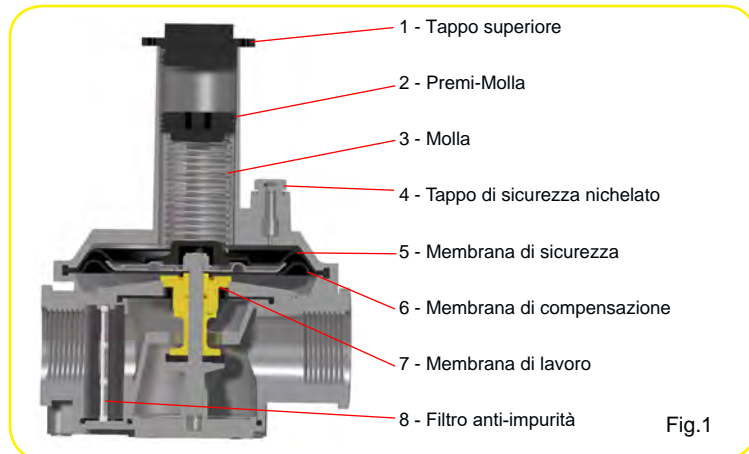

Fig.1
Per accedere ai premi-molla svitare il tappo superiore (1) Fig.1. La pressione di uscita viene regolata ruotando il premi-molla (2) Fig.1. Tramite una chiave a brugola di 10mm girare il premi-molla (2) in senso orario per aumentare la pressione, per diminuire la pressione girare il premi-molla (2) in senso antiorario. Dopo aver effettuato la regolazione, riposizionare il tappo superiore (1).
I GAS GOVERNOR mod. RG possono essere installati su impianti con bruciatori di gas automatico e su impianti di distribuzione industriale. I GAS GOVERNOR possiedono al loro interno 3 membrane: membrana di Lavoro (6), di Compensazione (7) e di Sicurezza (5) Fig1. Non è indispensabile un condotto di sfiato e scarico all'esterno poiché la membrana di Sicurezza evita che si possa verificare una perdita di gas nell'ambiente superiore a 30 dm³/h punto 3.3.2 delle Norme UNI-EN88-1.